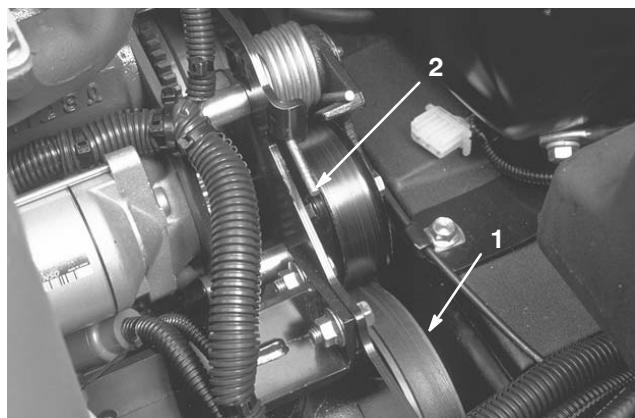

Bild 46
2. Drücken Sie das Ende der Feder (Bild 46) ab- und vorwärts, um die Feder aus dem Bügel auszuhaken und die Feder zu entspannen.